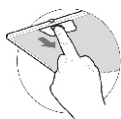

рис. 4
- перед установкой вытяжки снимите алюминиевый фильтр (рис. 4);
8.3 Для очистки алюминиевого фильтра извлеките его из вытяжки (рис. 4). Произведите очистку фильтра с помощью щетки горячим водным раствором нейтрального моющего средства вручную или в посудомоечной машине (при 60°C). Сильно загрязненный фильтр не следует мыть в посудомоечной машине вместе с посудой. Старайтесь не сгибать фильтр при мойке. Возможное изменение цвета фильтра, с течением времени, не приводит к снижению эффективности его действия.